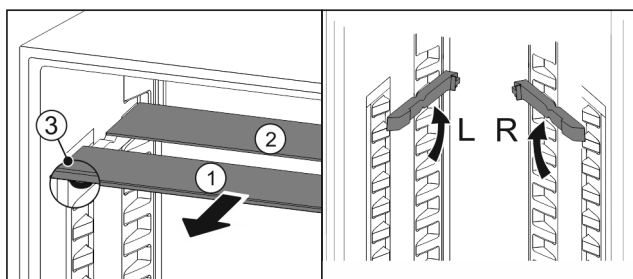

Fig. 26
- estrarre i ripiani di vetro singolarmente tirando in avanti Fig. 26 (1).
- ▷ Il piano in vetro Fig. 26 (1) con il motivo ornamentale è nella parte anteriore.
- ▷ I fermi Fig. 26 (3) sono rivolti verso il basso.